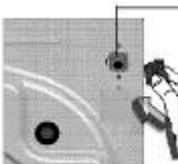
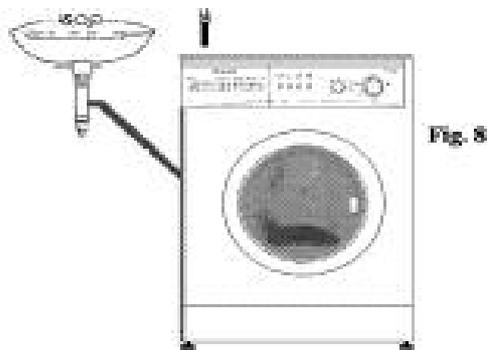

Fig. 6
Fig. 7
- . Ligar a ligação do tubo de chegada de água atrás da máquina com uma junta (fig.6) e a outra ligação (direita) à torneira com a junta com o filtro (fig.7). Em caso de dúvida, pedir a ajuda de um instalador qualificado para ligar a máquina.